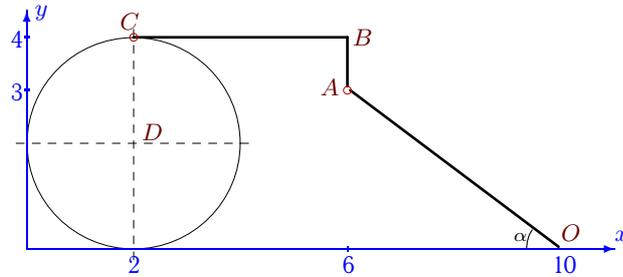

Рис. 18
3. Уравнение трех угловых скоростей. Для решения потребуются мгновенные координаты шарниров механизма. Введем систему координат, выбрав за начало произвольную точку (рис. 18).